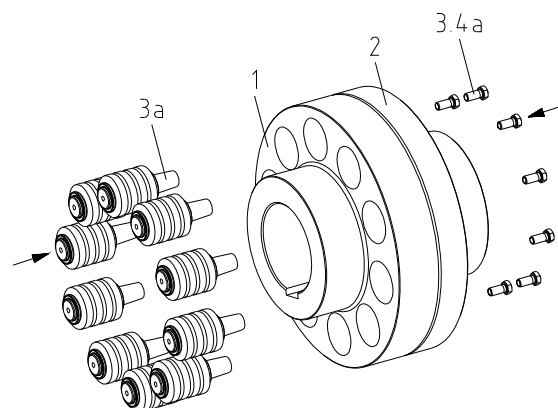

Рис. 16
- Установите пальцы (деталь 3) в ступицу (деталь 1) см. рис. 16.
- Винты с шестигранной головкой (деталь 3.4а) завинтить в пальцы и затянуть с помощью динамометрического гаечного ключа равномерно на момент затяжки, указанный в таблице 2 (см. рис. 16).